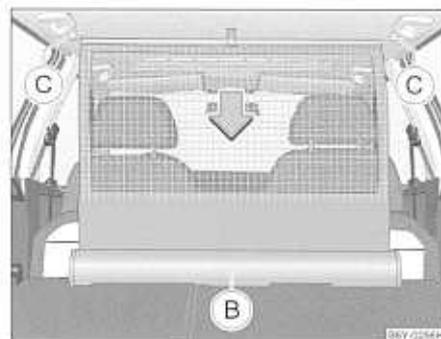

Fig. 60 Enrollar la red divisoria
- Tire de la barra transversal un poco hacia atrás, primero en un lado y seguidamente en el otro lado, y saque la barra transversal de los alojamientos (C) → fig. 60.
- **Mantenga** la barra transversal de tal modo, que la red divisoria pueda enrollarse lentamente y sin daños en la caja (B). ▶